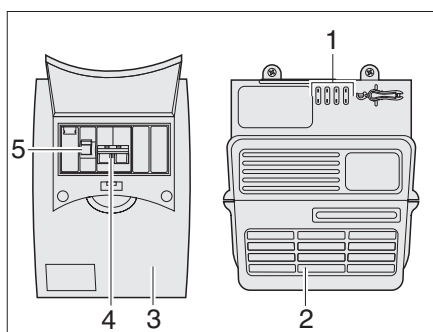

Fig. 91 Bloc secteur et disjoncteur automatique
Le coffret de fusibles 230 V (Fig. 91,3) est montée à côté du bloc transformateur (Fig. 91,2).
Dans le coffret de fusibles (Fig. 91) se trouvent le fusible principal (Fig. 91,4) et un disjoncteur différentiel (Fig. 91,5).
Le disjoncteur différentiel (Fig. 91,5) mesure le flux de courant des lignes d'arrivée et de retour de courant. En cas d'équilibre entre les deux lignes, le disjoncteur différentiel reste inactif. En cas de différence entre les lignes, le disjoncteur interrompt immédiatement le flux de courant. De la sorte, il empêche des accidents électriques dangereux.
- Pousser l'interrupteur principal (Fig. 91,4) vers le haut en position "ON".
- Pousser le disjoncteur différentiel (Fig. 91,5) vers le haut en position "ON".